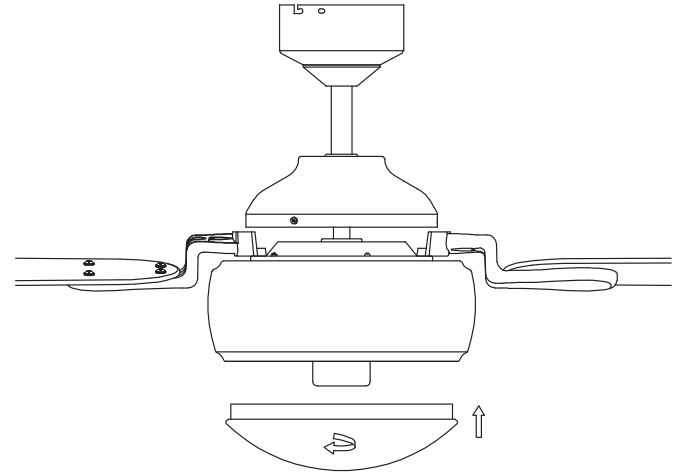

Figura 18
**Paso 1.** Levante la pantalla de vidrio hacia el ventilador y luego gírela en el sentido de las agujas del reloj hasta que quede firmemente asegurada. (Figura 18)